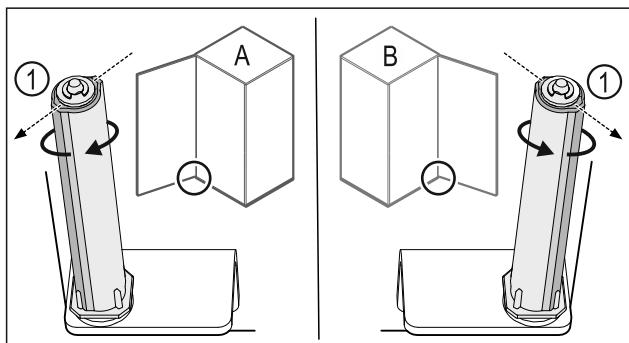

Fig. 42 Ľavý doraz (A)/pravý doraz (B)
- Otáčajte systém zatvárania proti odporu, kým nebude mostík systému zatvárania Fig. 42 (1) ukazovať von.